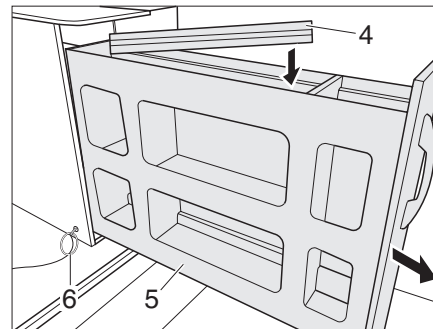

Fig. 53 Stivare i listelli di appoggio
- ▶ Tirare l'occhiello (Fig. 53,6). L'arresto dell'armadio estraibile è sbloccato.
- ▶ Aprire l'armadio estraibile (Fig. 53,5) sul lato destro del veicolo e stivare i listelli di appoggio (Fig. 53,4).